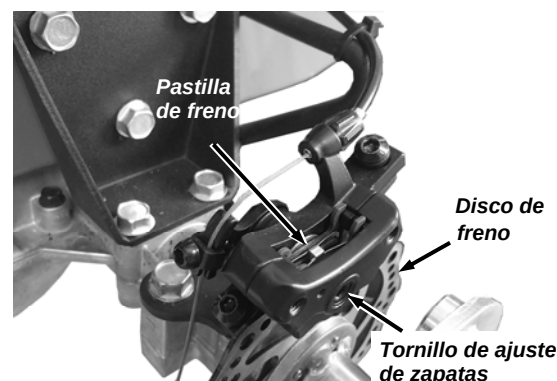

Figura 47
2. Localice el tornillo de ajuste de las pastillas en el lado exterior de la pinza (*Figura 47*).